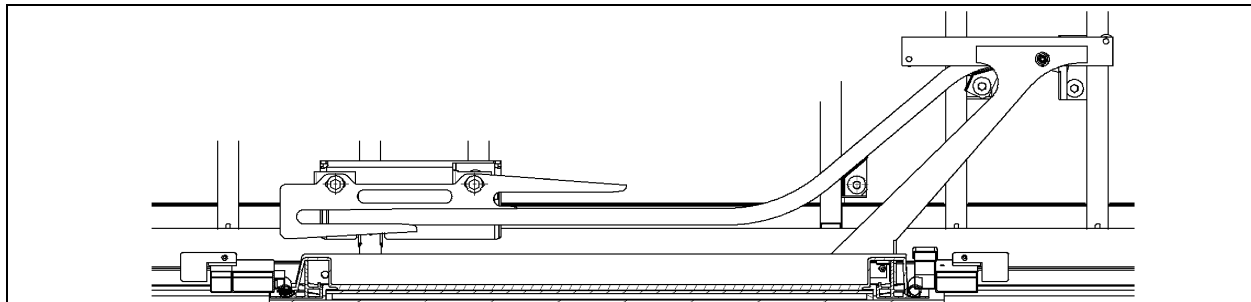

FIGURE 73: BRAS SUPÉRIEUR ET TRAVERSE DE L'ÉLEVATEUR POUR FAUTEUILS ROULANTS
2. Faire glisser la traverse supérieure dans le bras supérieur, puis fixer la traverse à la structure avec un boulon. Ne pas serrer complètement le boulon pour le moment (voir la Figure 73).